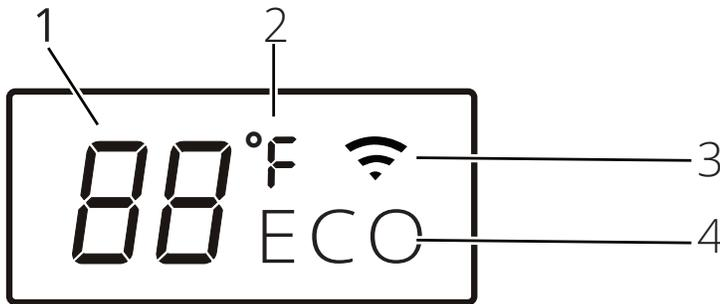

Fig. 1.2
**Affichage** (sur le panneau avant de l'unité intérieure) voir fig. 1.2